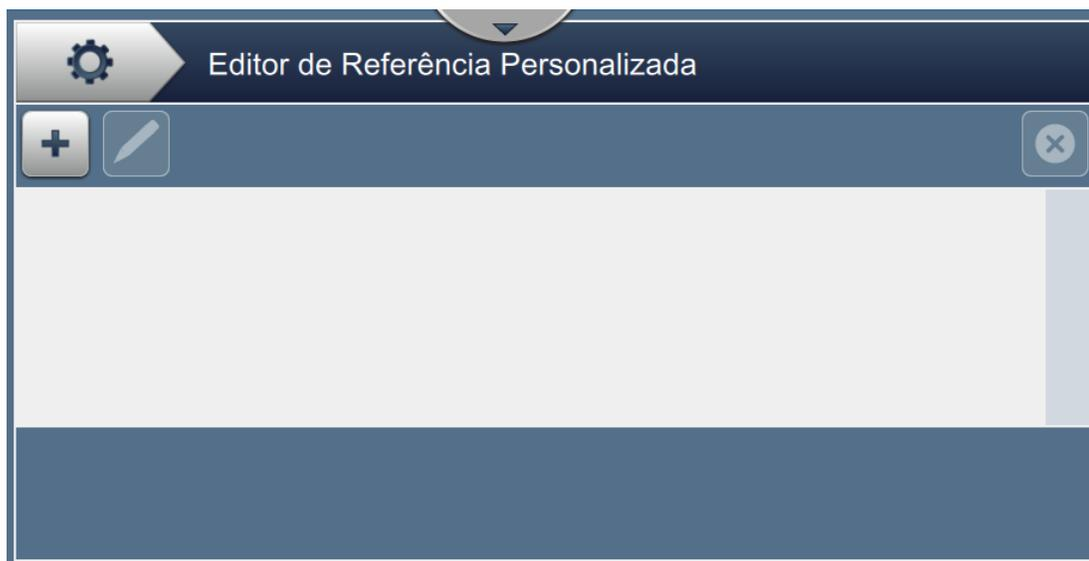

Figura 6-7: Editor de referência personalizada
1. Toque no botão  na tela Ferramentas. A tela Editor de referência personalizada é aberta, como mostra a Figura 6-7.
2. Toque no botão  como mostra a Figura 6-7 na página 6-13 para criar um novo campo personalizado. A tela Nome da referência é aberta.